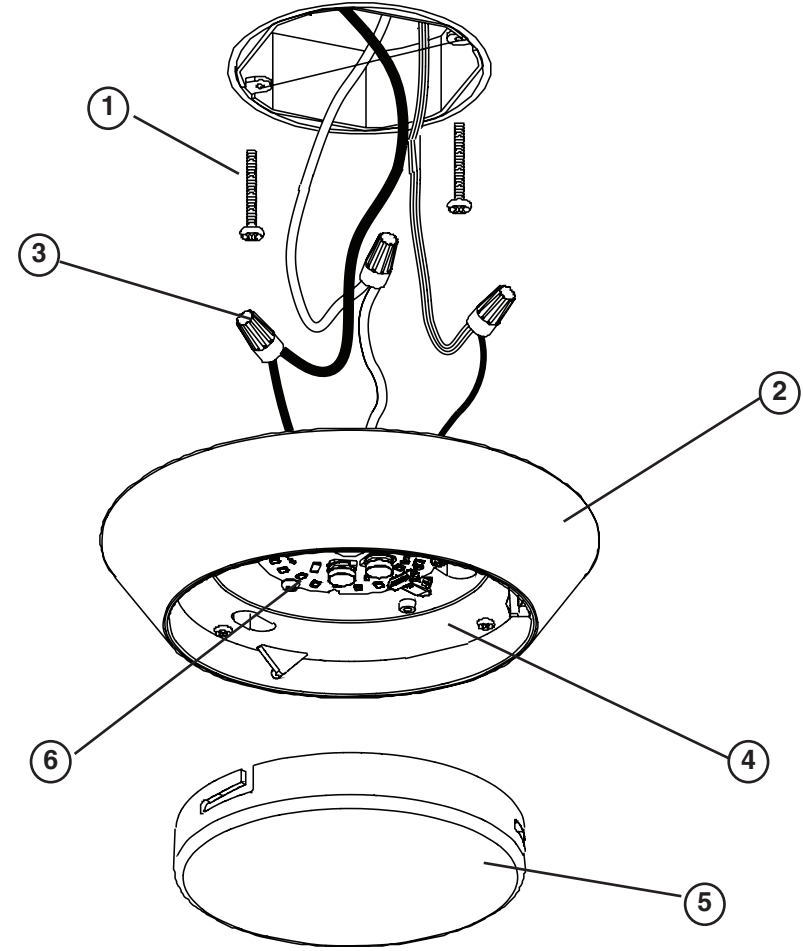

Figure 1
5. Hold the Fixture Housing (2) firmly and connect the green ground wire from the fixture to the bare copper ground wire from the junction box using a Wirenut (3). (If house wiring does not include a ground wire, consult your local electrical code for approved grounding methods).
6. Use Wirenuts (3) to connect the black fixture wire to the black power supply wire and the white (neutral) fixture wire to the white power supply wire. See Fig 1.
7. Hold Fixture Housing (2) in one hand and with the other hand position wires up into junction box.
8. Align keyholes on back of Fixture Housing with screws previously installed in junction box. Lift fixture up, rotate clockwise and tighten screws to secure Housing Assembly against ceiling. See Fig 1.
9. Lift Diffuser (5) up to housing assembly aligning slots on diffuser with tabs on barrier lens (4). Twist diffuser (5) clockwise until secure. See Fig 1.
5. Sostenga el ensamblaje de la Carcasa del luminario (2) firmemente y conecte el alambre verde de conexión a tierra del luminario al alambre de cobre descubierto de conexión a tierra de la caja de ensambladura usando una Tuerca de Alambre (3). (Si el alambrado de la casa no incluye un alambre de conexión a tierra, consulte su código eléctrico local para métodos aprobados de hacer tierra).
6. Use Capuchones de Alambres para conectar el alambre negro de la luminaria al alambre negro suplidor de electricidad y el alambre blanco (neutral) de la luminaria al alambre blanco suplidor de electricidad. Vea Fig. 1.
9. Levante el difusor (5) hasta la altura del conjunto de la carcasa y alinee las ranuras del difusor con las lengüetas en las lentes de barrera (4). Gire el difusor (5) a la derecha hasta que quede fijo.Vea Fig. 1